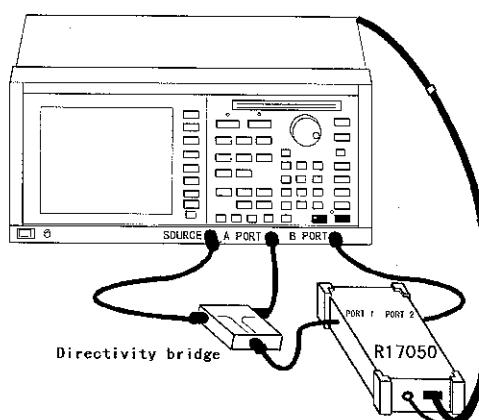

図 2-5 RF ポートの接続
- ② 本器のRFポートとネットワーク・アナライザの測定ポートを接続します(図 2-5 参照)。接続に使うケーブルは、実際に DUT を測定するときに使うケーブルを使います。本器の RF ポートは方向性がありません。接続はどちらでも構いません。